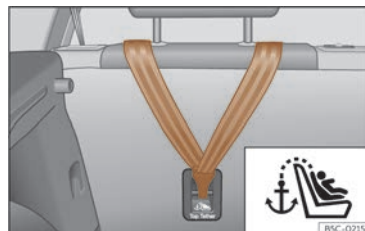
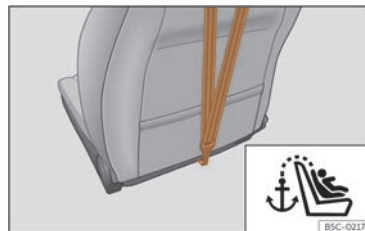

Fig. 46 Part posterior dels seients del darrere: ancoratge per al cinturó Top Tether.
Fig. 47 Part posterior del respall del seient de l'acompanyant: ancoratge per al cinturó Top Tether.
- Feu lliscar la corretja i fixeu-la correctament amb l'ancoratge de la part posterior del respall >>> **fig. 46**, >>> **fig. 47**.